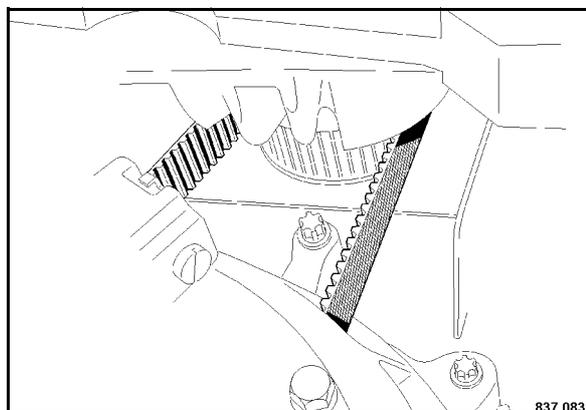

Fig. 179
- Controllare visivamente l'intera circonferenza della cinghia dentata (Fig. 179) per verificare l'eventuale presenza di danni o screpolature. Sostituire le cinghie dentate danneggiate o usurate.